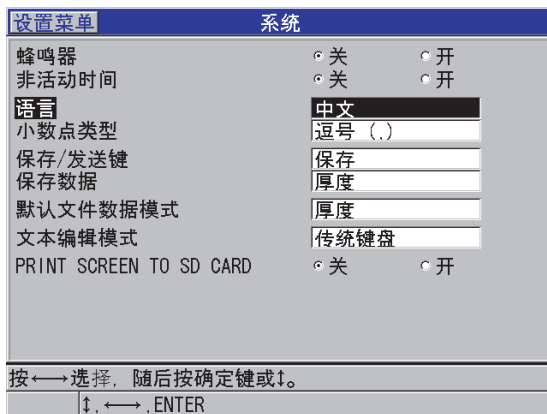

图 4-1 选择用户界面语言
3. 在 **系统** 屏幕中（参见第 60 页的图 4-1）：